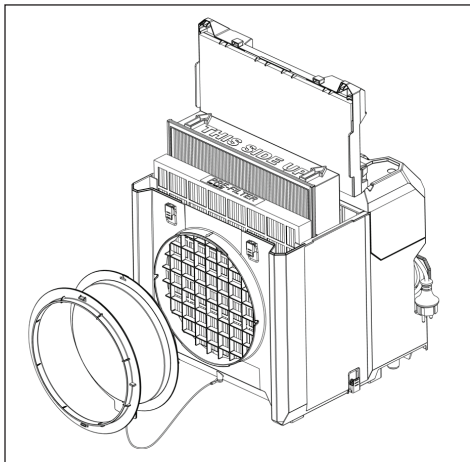

Fig. 5: Byte av filter
- ▶ Sätt i ett nytt förfilter eller huvudfilter enligt bild 5.